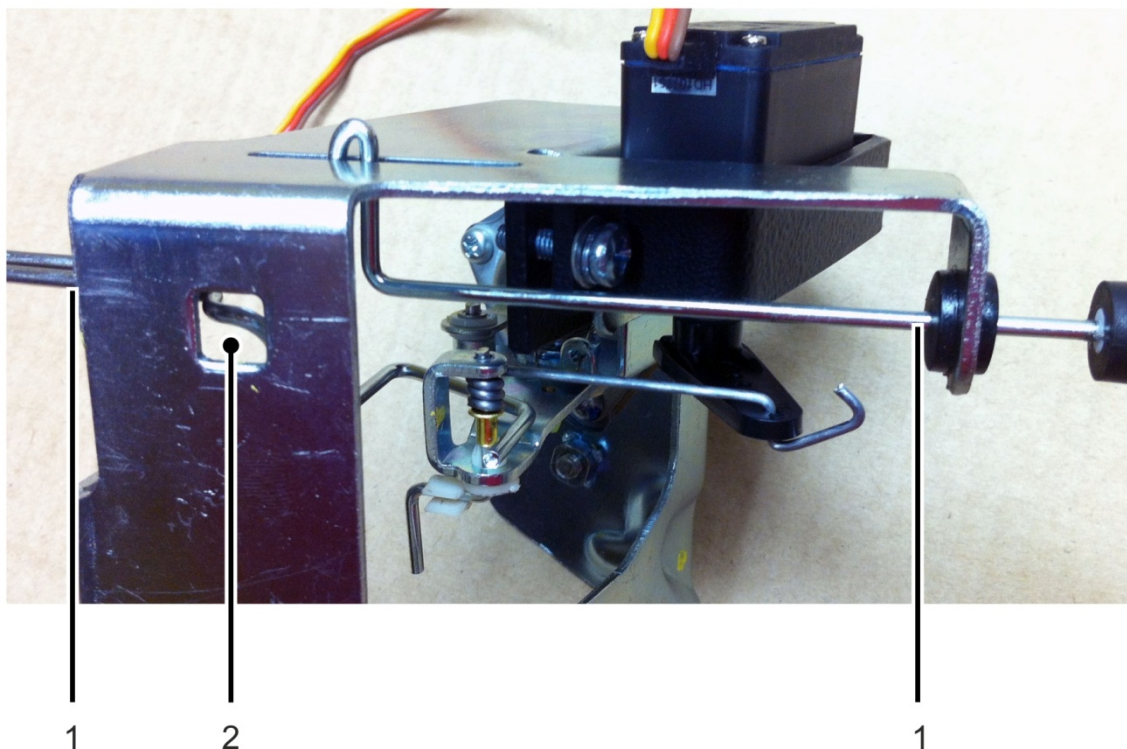

Рисунок 2 – Подготовка к монтажу
- Удалить пластиковый фиксатор рисунок 2 поз. 2.
- Смазать моторным маслом тягу ручного управления воздушной заслонки в местах резиновых втулок (рисунок 2 поз. 1) для облегчения хода и 3-4 раза втянуть и вытянуть тягу.